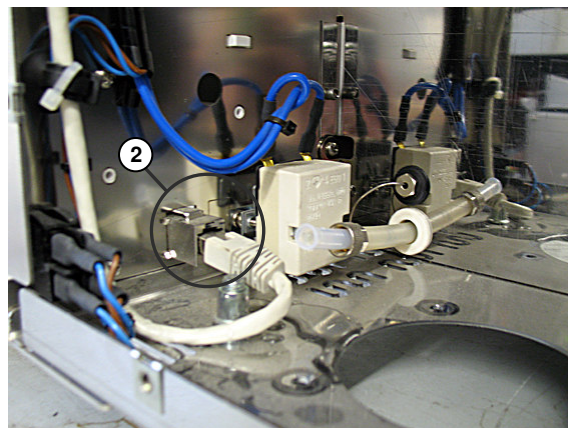

Рисунок 5
- ① подключение к соленоидному клапану (СК) «вакуум»
- ② подключение к соленоидному клапану «подача воды»
- ③ Подключение к мембранному насосу (латунный блок). Трубка будет использоваться при установке нового мембранного насоса.
1. Отвинтите болты с крестовым шлицем, которые крепят СК «подача воды» (рис. 5, п. 1) к основанию.
2. Нажмите на СК «подача воды» и сместите водяной насос вперед (рис. 5, п. 2).